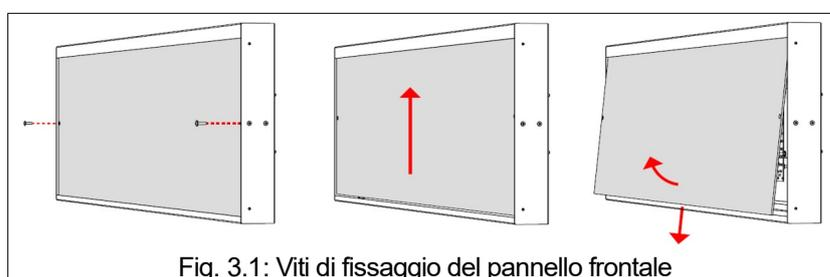

Fig. 3.1: Viti di fissaggio del pannello frontale
3. Rimuovere il pannello frontale trasparente del modulo avente i falli squadra Fig. 3.1